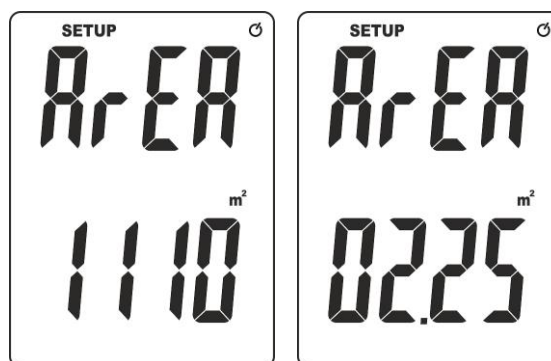

Abb. 4: Einstellung des Werts der Fläche des Kanals
5. Drücken Sie die Taste **ENT** zur Bestätigung. Die Bildschirmseite in Abb. 4 – linke Seite erscheint im Display.
7. Drücken Sie die Tasten **▲UNIT** oder **UNIT▼** zur Einstellung des Werts der Fläche des Kanals im Bereich: **0.001 ÷ 9999** von rechts nach links und drücken Sie die Taste **ENT** zur Bestätigung von jeder Ziffer (siehe Abb. 4 – rechte Seite), z.B. in Bezug auf ein viereckiges Kanal mit einer Seite von 1.5m x 1.5m).